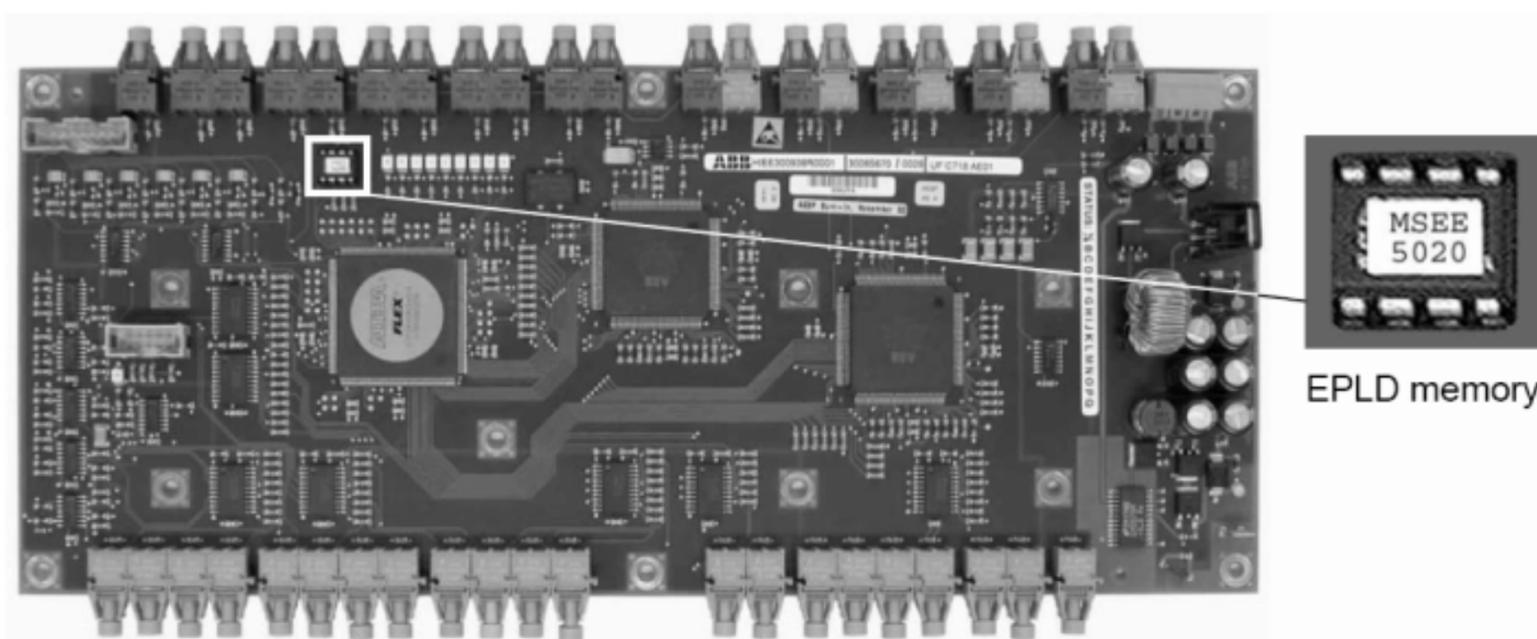

图6.7 INT 板
- 3 在将EPL插入新的INT板的时候，要注意芯片的方向。将芯片缺口放到正确的位置上（如图6.7）。